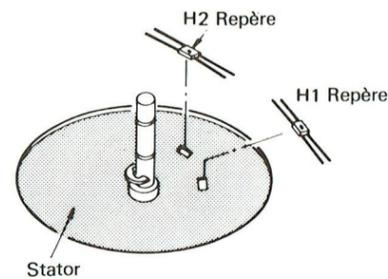

Fig. 6
1.8 Démontage du générateur à effet de Hall (Fig. 6)